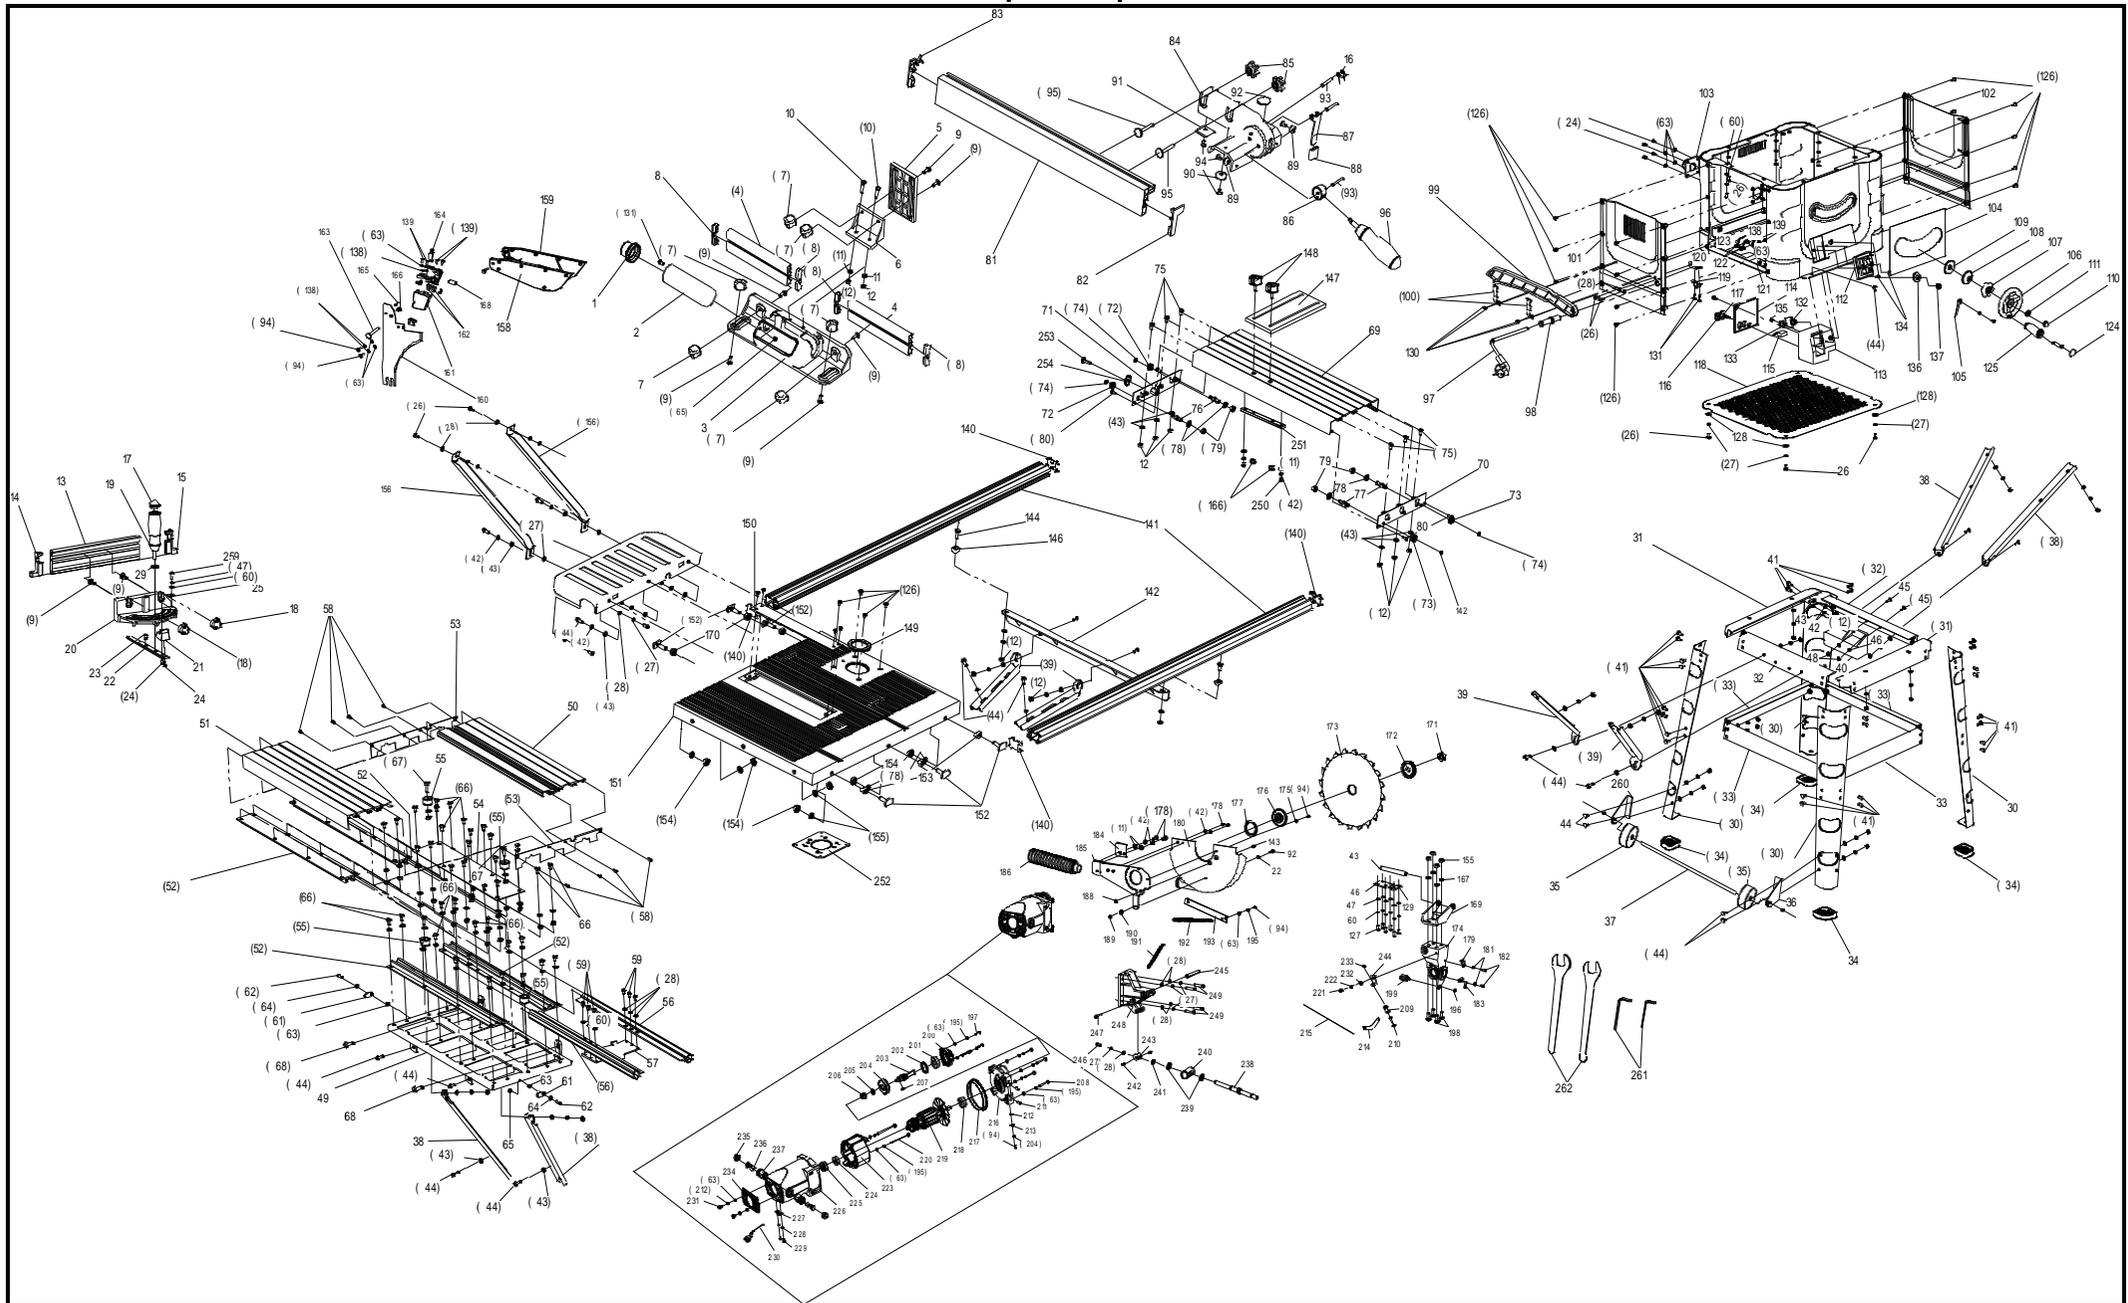

Рис. 1
8.8.2. Пила комплектуется переходной пластиной (Ш), Рис. 1, для установки ручной электрической фрезерной машины на рабочий стол.
Детали сборки «Корвет 15М» (Рис. 1)